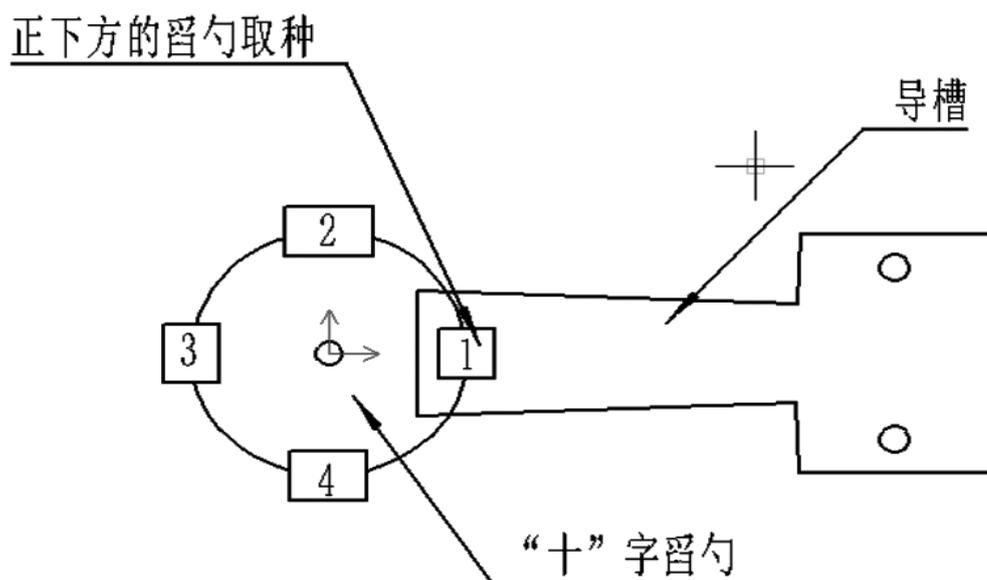

图 1
- 四、“十”字舀勺有四种型号，可根据所播种子大小，旋转“十”字头到导槽正下方即可。非专业人士，请勿随意调整、修改。如图 1 所示。